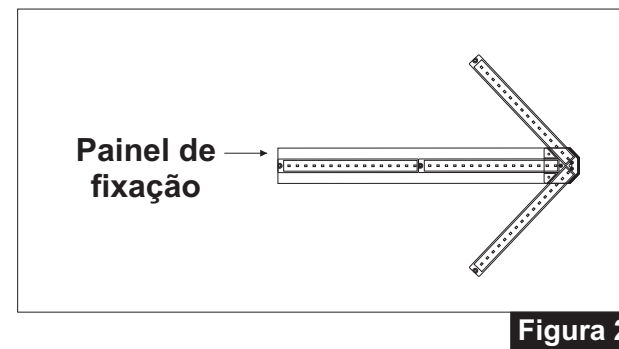

Figura 2
- Fixe o sinalizador na superfície desejada através de parafusos utilizando o Pannel de fixação (Figura 2).